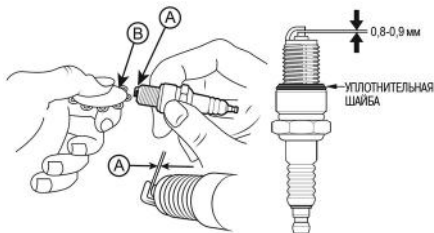

Рис. 52 Проверка зазора между электродами
4. Измерьте специальным щупом зазор между электродами каждой свечи зажигания. При необходимости, установите требуемые зазоры 0,8-0,9 мм (Рис. 52).